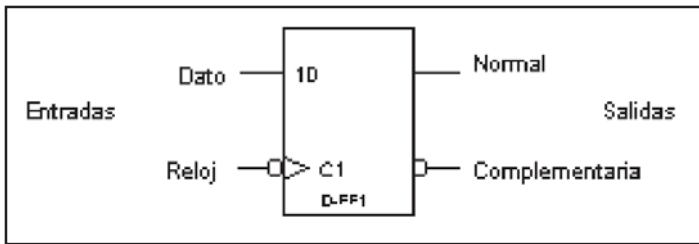

Figura 3
El símbolo lógico para un flip-flop tipo D, se muestra en la figura 3, Como podemos ver, este flip-flop solo tiene una entrada de datos (D), una entrada de reloj (CLK) y las salidas habituales Q y Q' .
Si observamos bien en la figura 3, en la entrada correspondiente a la señal de reloj, tiene un pequeño > dentro del símbolo, lo que nos indica que es un dispositivo disparado por flanco, esto quiere decir, que el dato presente en la entrada (D), se transfiere a la salida (Q) durante la transición de bajo a alto o de alto a bajo (según el dispositivo) del pulso de reloj.